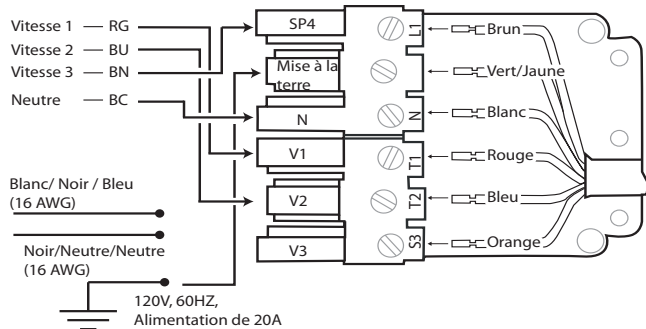

Figure 16 : Câblage de la hotte avec un ventilateur à distance
9. Branchez le ventilateur à distance aux fils du connecteur en tire-bouchon, comme illustré sur la *Figure 16*. Branchez le fil vert (de mise à la terre) du ventilateur à distance à la vis de mise à la terre de la boîte de connexion. Consultez les instructions d'installation du ventilateur pour plus de détails sur le câblage.